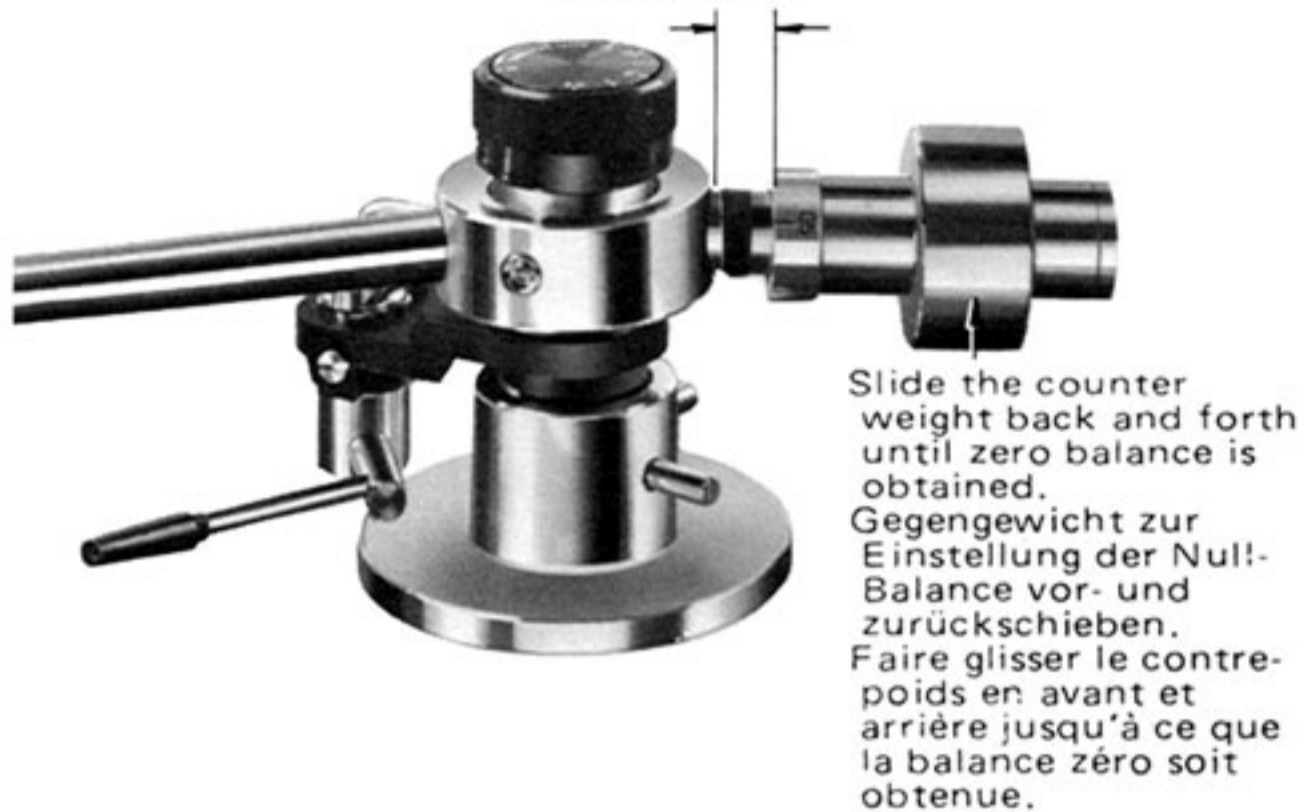

Fig. 10 Abb. 10
- b) Hold the weight shaft 10–15 mm from the shaft holder, then slide the counterweight back and forth until zero balance is obtained. (Fig. 10)
- b. Den Gewichtsschaft 10 bis 15 mm von der Schafthalterung entfernt festhalten und durch Vor- und Zurückschieben des Gegengewichts die Null-Balance einstellen. (Abb. 10)
- b) Tirer de 10 à 15 mm l'axe du poids depuis le porte-axe, puis faire glisser le contrepoids en avant et en arrière jusqu'à ce que la balance zéro soit obtenue. (Fig. 10)